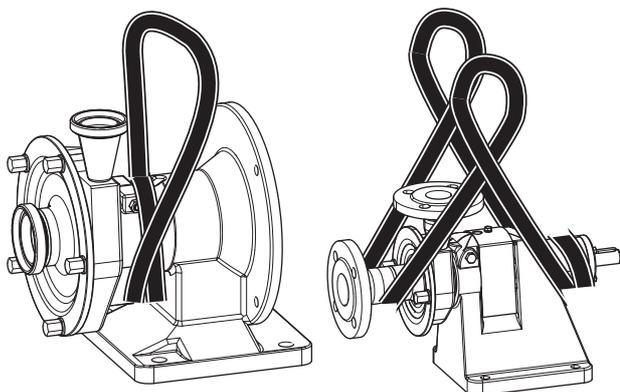

Abb. 57 Transport mit Kran
1. Rundschlinge zwei Mal um den Laternenhals legen (siehe Abb. 57 „Transport mit Kran“, Seite 35).
1. Rundschlinge zwei Mal um das hintere Ende des Lagerbockes legen (siehe Abb. 57 „Transport mit Kran“, Seite 35).